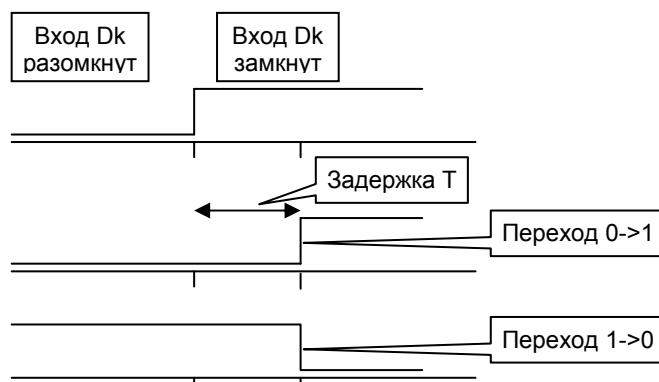

Рисунок 4.10
4.6.11 Функция «Включение/выключение по расписанию» может использоваться для включения/выключения в установленное время **T1** и **T2** оборудования по будним дням. Эта функция разбивает сутки на 3 интервала времени: с начала суток до метки T1, с метки T1 до метки T2, с метки T2 до конца суток. Метки времени T1 и T2 и состояние выхода указываются при конфигурировании. Рисунок 4.10 поясняет использование данного условия.